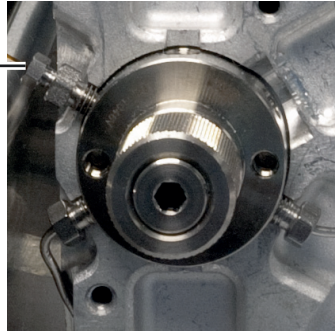

Figure 25. Port 3 de la vanne
- 6 La ligne de transfert doit être installée sur le port 3 de la vanne (en position 10h) comme illustré à la **Figure 25**.